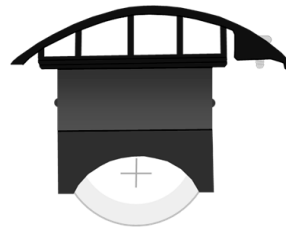

图4B
3. 图4B是从指示盘前方看过去的槽和电池。图4C显示背面。取出电池。